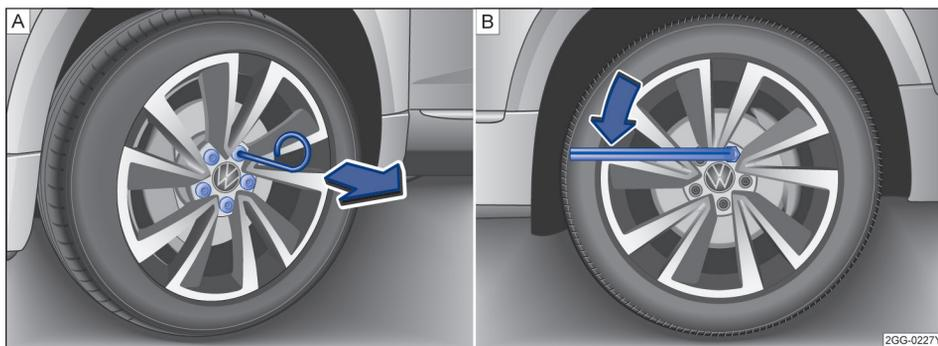

图 214 (A) 从车轮螺栓上拔下盖罩, (B) 更换车轮: 松开车轮螺栓
- 将钢丝钩穿过开口插入盖罩内→图 214 (A) 或→图 214 (A), 然后沿箭头方向将其拔下。
- 将车轮扳手套到车轮螺栓上, 然后推到位位置→图 214 (B) 或→图 214 (B)。